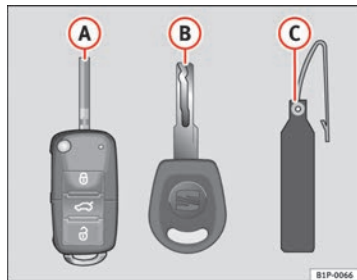

Fig. 62 Jogo de chaves
- uma chave com telecomando ⇒ fig. 62 **A** com palheta dobrável,